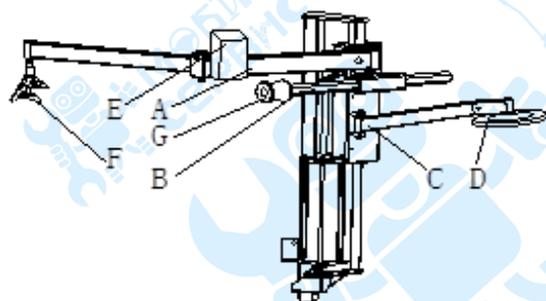

Рис. 11
- 4) По отдельности установите на шиномонтажный стенд поворотную рукоять (А), шестиугольную горизонтальную рукоять (В) и кронштейн шиноподъемного диска (С);(Рис. 11)
На **рис. 11** показаны функциональные части устройства